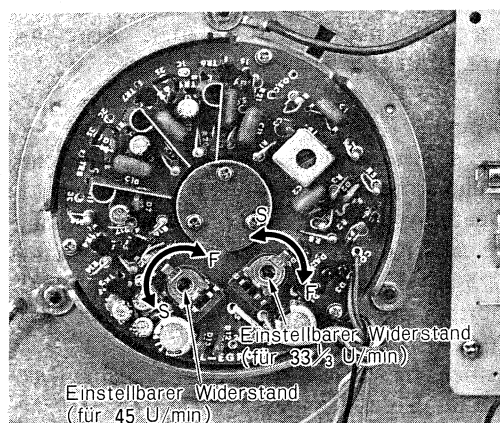

Abb. 4
- (1) Stromschalter/Drehzahlwählhebel auf Position 33 oder 45 stellen.
- (2) Drehzahlregler in seine Mittelstellung drehen.
- (3) Den Widerstand (für 33-1/3 oder 45 U/min) so einstellen, daß die Stroboskopscheibe stillzustehen scheint (Schraubenzieher verwenden). (Abb. 4)